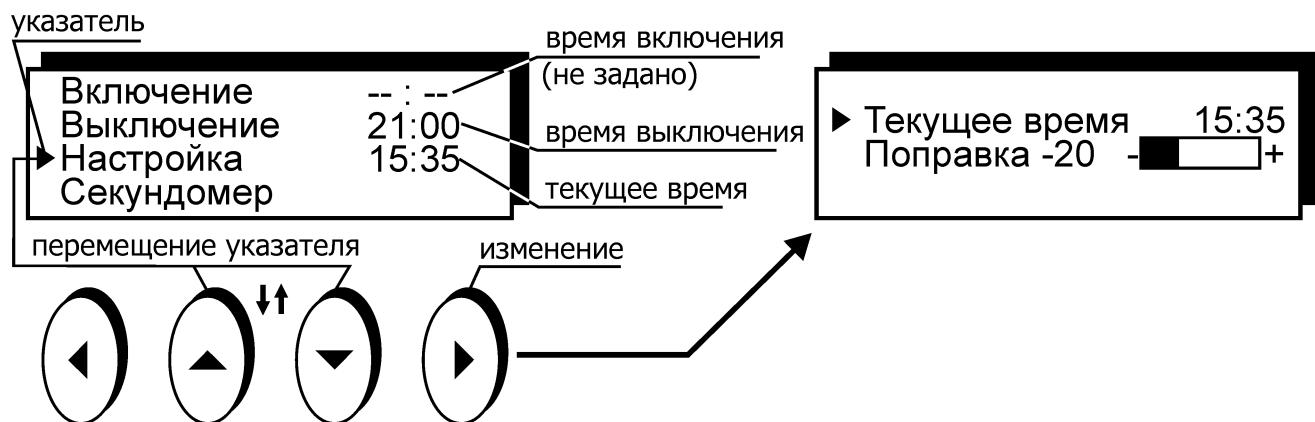

Рисунок 9 — Управление встроенными часами
- нажатиями кнопок (\blacktriangle) и (\blacktriangledown) установить указатель против нужного времени: включения или выключения (рисунок 9);
- нажатиями кнопок (\blacktriangle) и (\blacktriangledown) установить указатель против пункта “Секундомер” (рисунок 9);